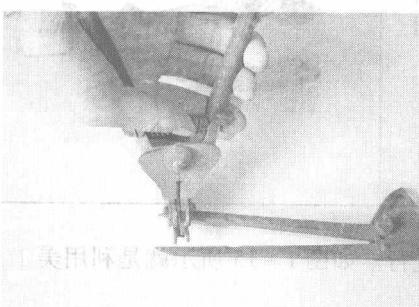
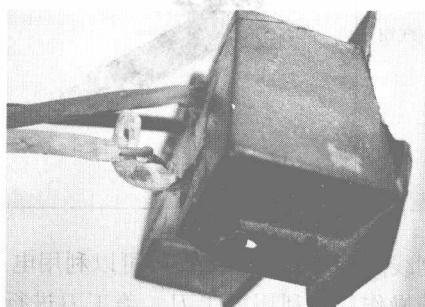

图 1-13 用剥线钳“剥”断划规尖头
图 1-14 没有用剥线钳剥的电线
**禁忌精析** 图 1-13 所示为利用剥线钳“剥”断划规尖头，不但没有效果，反而损毁了剥线钳的刀刃。剥线钳一般剥的电线线径是 0.6~3mm。剥线钳在剥线时具有轻松不费力、剥口整齐的特点。图 1-14 所示为没有用剥线钳剥的电线，该电线剥得粗糙，而且露芯太长，绝缘层剥得不干净。